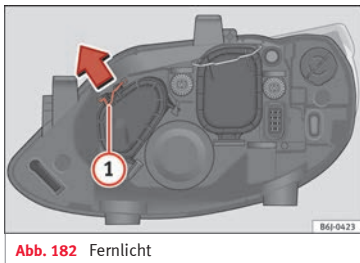

Abb. 182 Fernlicht
- Verschieben Sie die Strebe **①** in Pfeilrichtung und nehmen Sie den Deckel ab **» Abb. 182.**